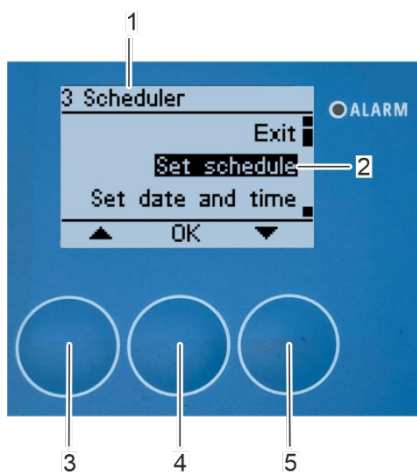

Figura 153: Abrir el submenú «Ajustes del programador»
⇒ Aparecerá en pantalla el submenú «3 Programador» (Figura 153/1).
3. Seleccione el submenú «Programador» (Figura 153/2) mediante los botones de flecha [arriba] (Figura 153/3) y [abajo] (Figura 153/5).
4. Confirme la selección pulsando [Aceptar] (Figura 153/4).